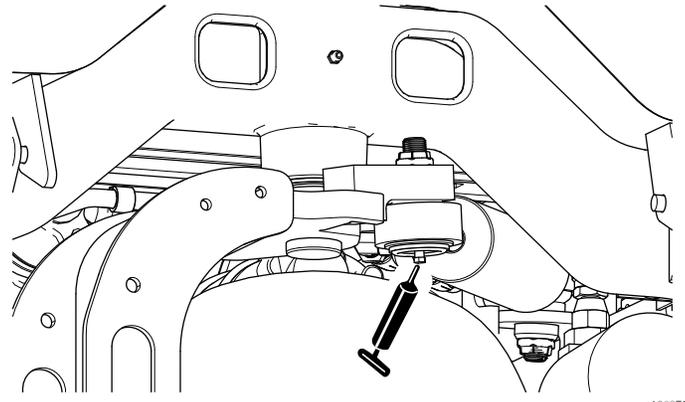

図 61
**注** ステアリングシリンダ反対側の端にグリス注入箇所を作ることができます。その場合、タイヤを外し、ニップルを付け、グリスを注入し、ニップルを外し、プラグを取り付けます 図 61。